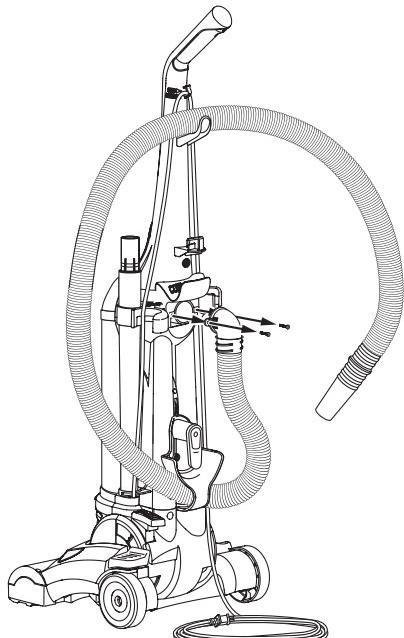

FIG. 17
Step 2: (FIG. 17) Remove electrical cord from cord hooks. Disconnect the clear tube by unscrewing the 2 screws, then lift away from cleaner. Check for any obstructions that may be in the tube or hose. Any obstructions can be removed by using a blunt instrument to clear the tube or hose. Flexing the hose may help loosen the blockage. After clearing blockage, reverse above steps to reassemble unit.
Étape 2. (FIG. 17) Retirez le cordon électrique des crochets de rangement. Débranchez le boyau en dévissant les deux vis et retirez-le de l'aspirateur. Vérifiez s'il est obstrué. Dégarez toute obstruction à l'aide d'un instrument non pointu et non tranchant. Pliez le boyau peut aider à le déboucher. Après avoir dégagé le boyau, répétez les étapes énumérées précédemment en inversant l'ordre pour réassembler l'appareil.
Paso 2. (FIG. 17) Retire el cordón eléctrico de los ganchos. Desconecte el tubo transparente destornillando los dos tornillos y retírelo de la aspiradora. Verifique que no haya ninguna obstrucción en el tubo o la manguera. Puede remover cualquier obstrucción usando un instrumento sin filo para destapar el tubo o la manguera. Si dobla la manguera ayudará a liberar la obstrucción. Después de remover el bloqueo, invierta los pasos anteriores para volver a ensamblar la unidad.